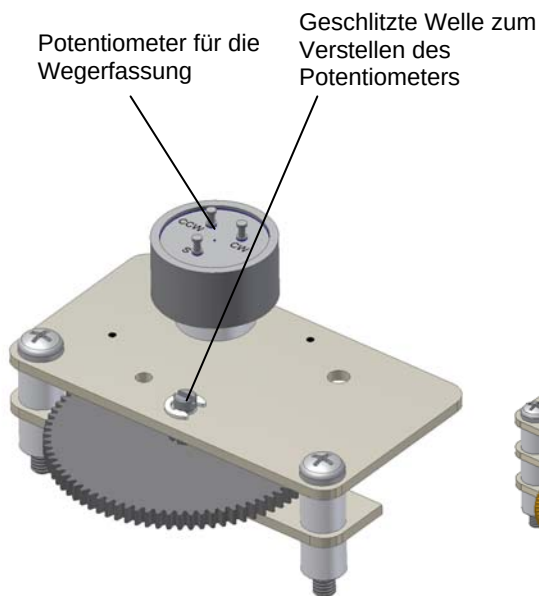

Bild 12
- Bei Fernsendergetrieben ohne mechanische Stellungsanzeige die geschlitzte Welle (siehe Bild 12) mit einem Schraubendreher gegen den Uhrzeigersinn vorsichtig drehen bis die Anzeige „Pos.“ auf 5% steht. (siehe Bild 15)